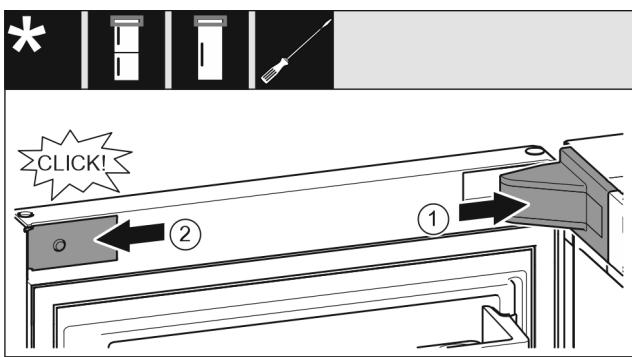

Fig. 20
► Nasadte kryt ložiskovej konzoly a zaistite, príp. opatrne roztlačte. Fig. 20 (1)
► Zboku nasadte a zaistite kryt. Fig. 20 (2)